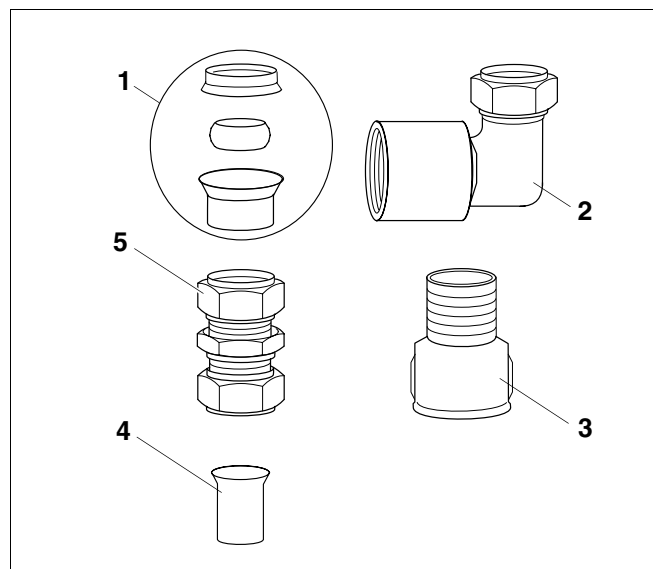

Fig. 1 Pièces livrées
### Pièces livrées (fig. 1)
S'il s'avérait nécessaire de rallonger certains bouts de tuyaux, utiliser un écrou de raccord à bague de serrage droit (fig. 1, **pos. 5**).